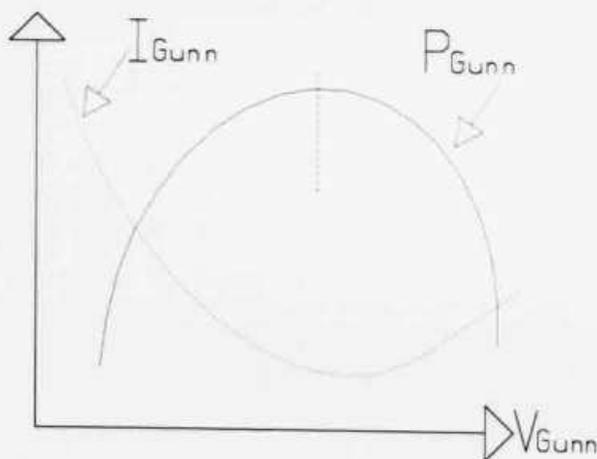

Figure 1: Variation du courant dans la diode et de la puissance HF émise par la diode Gunn, en fonction de la tension d'alimentation.
- 1) la variation de la tension d'alimentation de la Gunn entraîne une variation de la puissance de sortie (Figure 1).
- 2) La variation de la tension d'alimentation entraîne une variation du courant consommé, mais d'une façon surprenante comme représenté également à la figure 1.